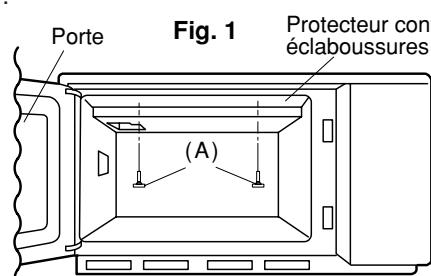

Fig. 1      Protecteur contre les éclaboussures
1. Retirez les deux vis moletées (A), comme le montre la figure 1.
2. Assurez le maintien du protecteur au moyen des deux vis moletées (A), comme le montre la figure 1.